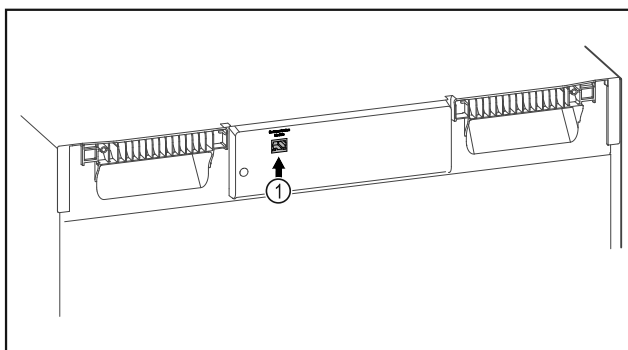

Fig. 105
- ☐ Le SmartModule Fig. 105 (1) est en place.